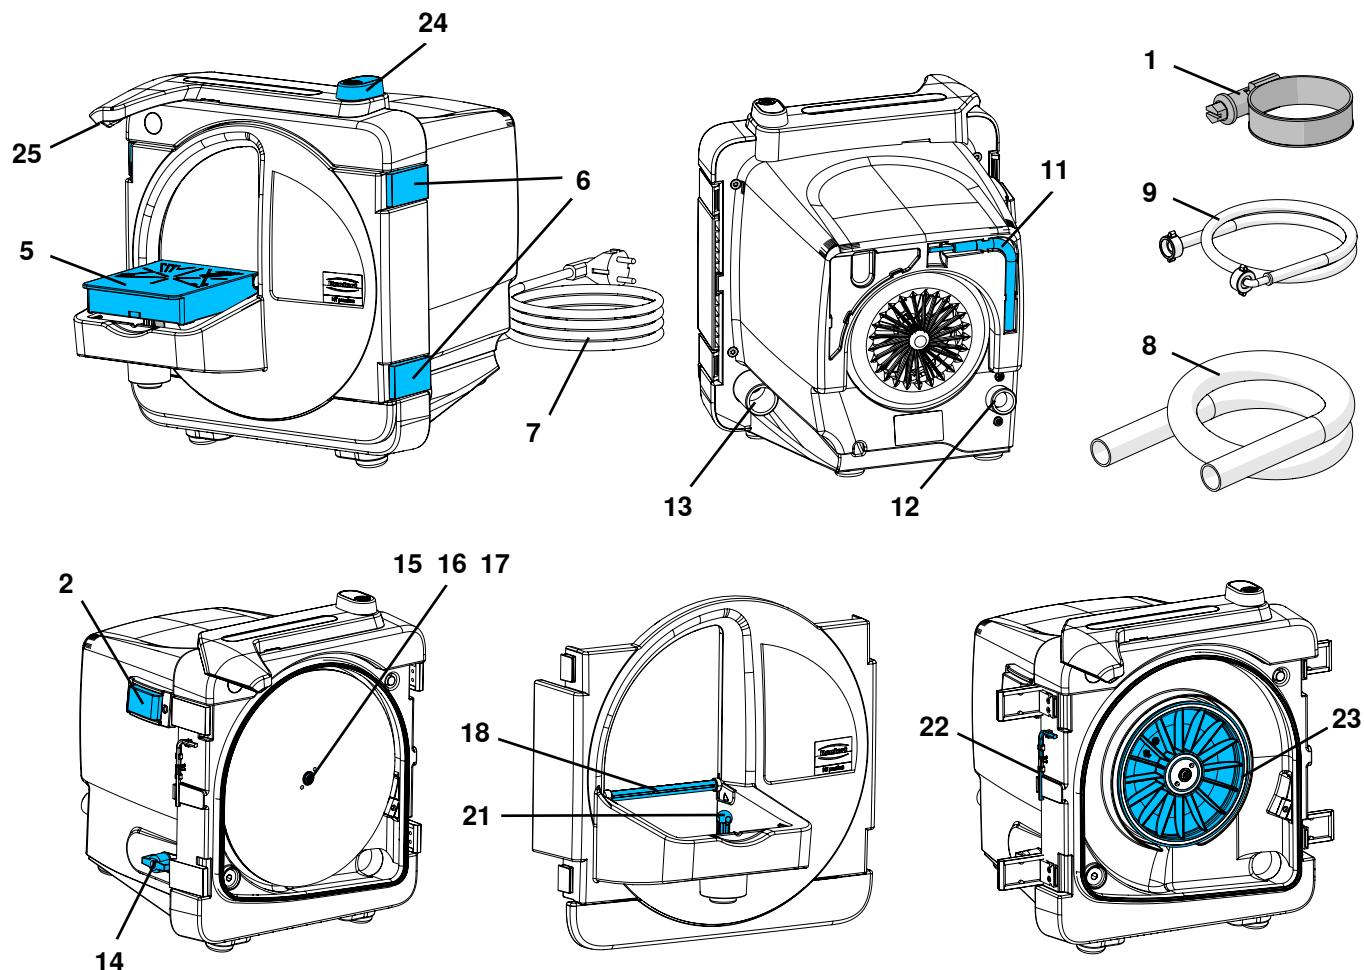

图 1
- ⇒ 连接电源插头 (图 1的7)。
- 通过开/关 (图 1的2) 开动和关掉机器。